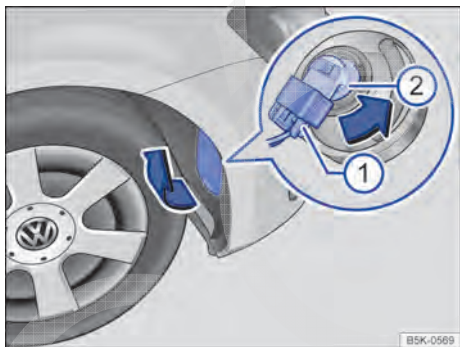

Fig. 200 No protetor da caixa de roda dianteiro direito: substituir a lâmpada incandescente no farol.
3. Se necessário, levantar com cuidado a cobertura no protetor da caixa de roda, no sentido da seta, com a lâmina plana da chave de fenda das ferramentas de bordo → Fig. 200.
4. Destrovar e retirar o conector ①.
5. Girar o suporte de lâmpadas ② até o batente no sentido anti-horário (seta) e retirar para trás com a lâmpada incandescente.
8. Encaixar o conector ① no suporte da lâmpada ②. O conector deve encaixar audivelmente.
9. Encaixar a cobertura no protetor da caixa de roda → Fig. 200.